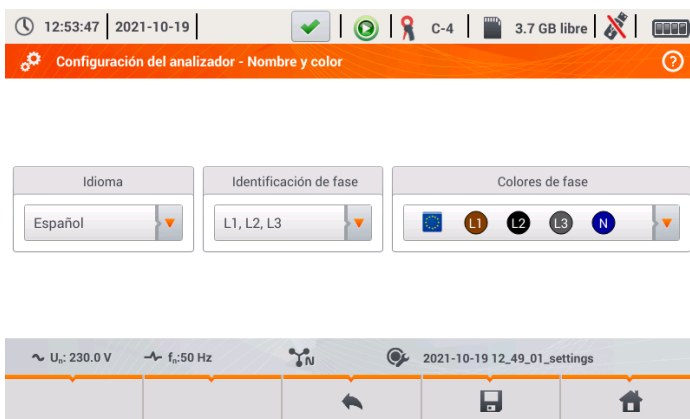

Fig. 17. Ajustes del analizador - ajustes regionales.
- **AJUSTES REGIONALES** – en esta pantalla (Fig. 17) se puede seleccionar: